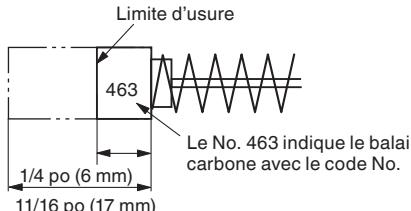
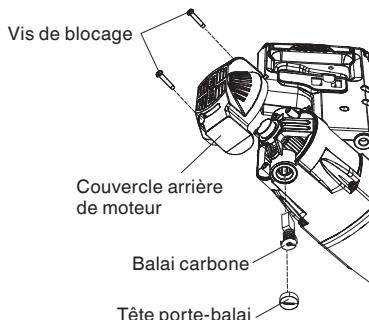

Fig. 45
Fig. 46
2. Inspecter les balais carbone (Fig. 45 et Fig. 46)
En conséquence, inspecter périodiquement les balais en carbone et les remplacer lorsqu'ils ont atteint la limite d'usure comme indiqué à la Fig. 45.
REMARQUE: Lors du remplacement des balais carbone, utiliser uniquement des balais carbone metabo HPT avec le No. de code « 463 » (voir Fig. 45). Si vous utilisez d'autres balais carbone, le frein électrique ne fonctionnera pas.